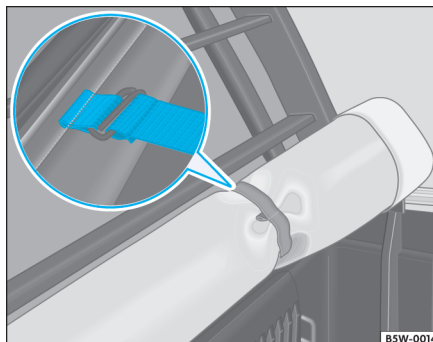

Fig. 77 Fijación del capó marítimo recogido correctamente
- Después del recogido total del capó, sujételo con las fajas de fijación ⇒ fig. 77.